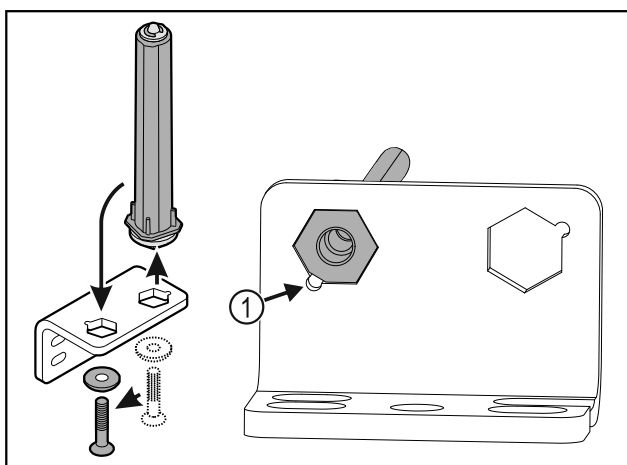

Fig. 37
- ▶ Lors de l'insertion de l'axe, veiller à ce que son chanfrein Fig. 37 (1) soit du côté du trou rond.